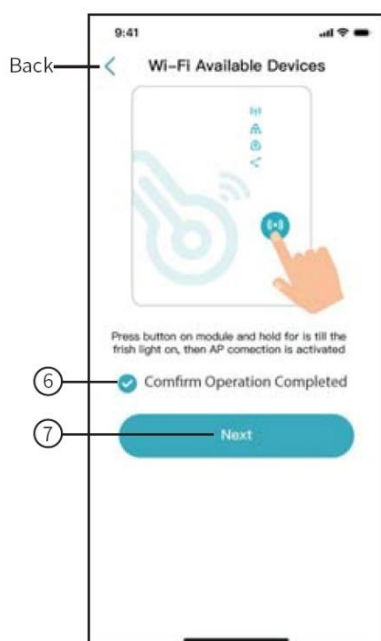

Fig. 5: Inizio procedura di connessione
- I. Come suggerito dalla schermata (Fig. 5), tenere premuto il bottone del modulo WI FI per 1 secondo, fino all'accensione del primo led.
- I. *As suggested by the screen (Fig. 5), keep the WI FI module button pressed for 1 second, until the first LED lights up.*